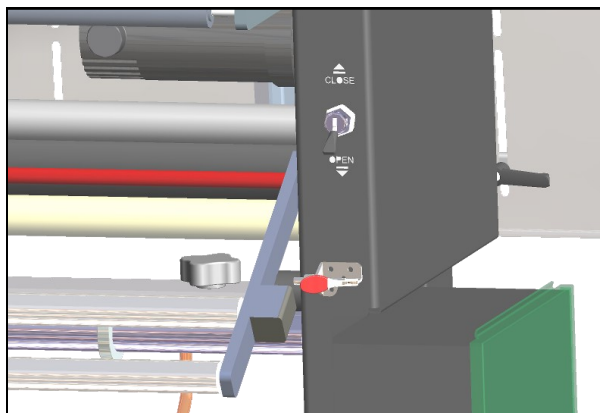

图 2-4B. 拨动开关和活套锁。
1. 要将包装袋穿引经过 MAX 装袋机，将拨动开关推到“开”位置。将锁定销移动到活套臂中，启用活套锁。图 2-4B。